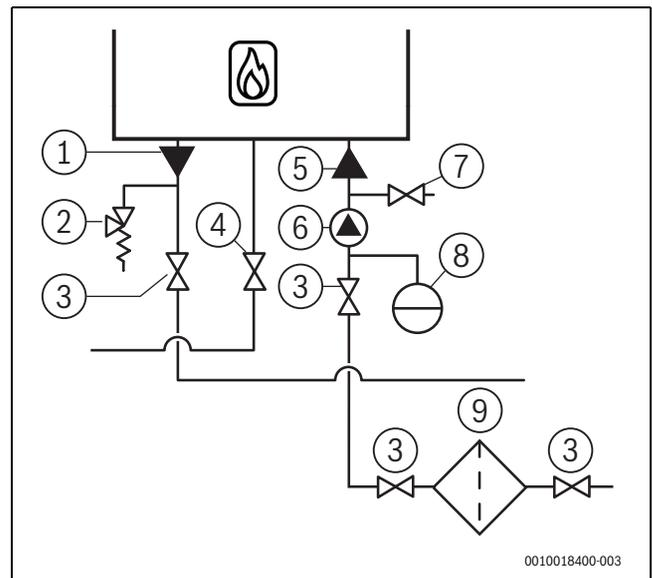

Bild 18 Anschluss Heizwasserleitungen
- ▶ Sowohl den Anschluss des Ausdehnungsgefäßes als auch das Sicherheitsventil direkt unter dem Kessel und oberhalb der Serviceventile montieren. (→ Abb. 18, S. 17).
- ▶ In der Vor- und in der Rücklaufleitung ein Serviceventil montieren (→ Abb. 18, S. 17).